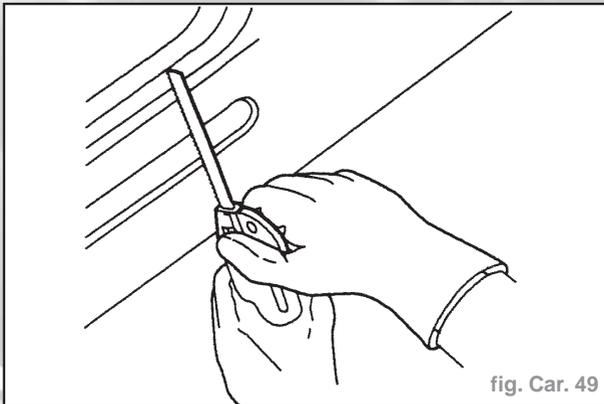

fig. Car. 49
- Découper les panneaux neufs et existants selon le besoin, pour former un raccord bout à bout, un joint épaulé ou un joint accolé. Enlever toutes les brides et le reste du métal (Fig. Car. 49).